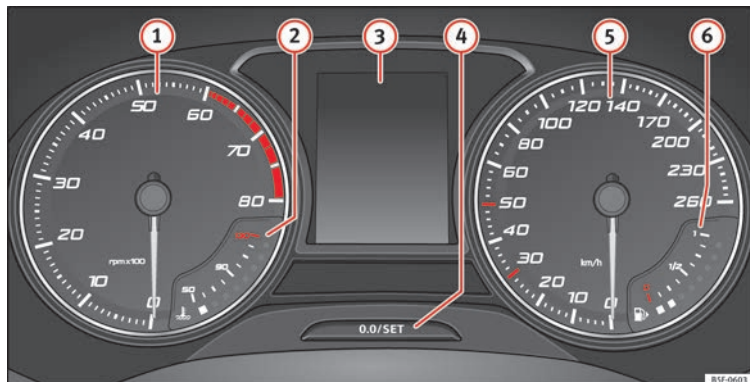

Fig. 124 Painel de instrumentos no painel de bordo.
» **Fig. 124:**
O conta-rotações mostra o regime de rotações do motor por minuto» Fig. 124 ❶.
O ponteiro do conta-rotações ❶» Fig. 124 só deverá atingir a zona vermelha durante um curto período de tempo, caso contrário existe o risco de causar danos no motor.
Ao ligar a ignição pode visualizar-se no ecrã do painel de instrumentos» Fig. 124 ❸ informações diversas, em função do equipamento do veículo:
- capô, porta da mala e portas abertas » ❶ 📖 Página 35.
- Mensagens de advertência e de informação » ❶ 📖 Página 35.
- Pressione brevemente o botão »» Fig. 124  para repor o conta-quilómetros parcial a 0.
- Para ajustar a hora, mantenha pressionado o botão »» Fig. 124  durante mais de 3 segundos para seleccionar o indicador de horas ou de minutos.
Mantenha pressionado o botão » » **Fig. 124**